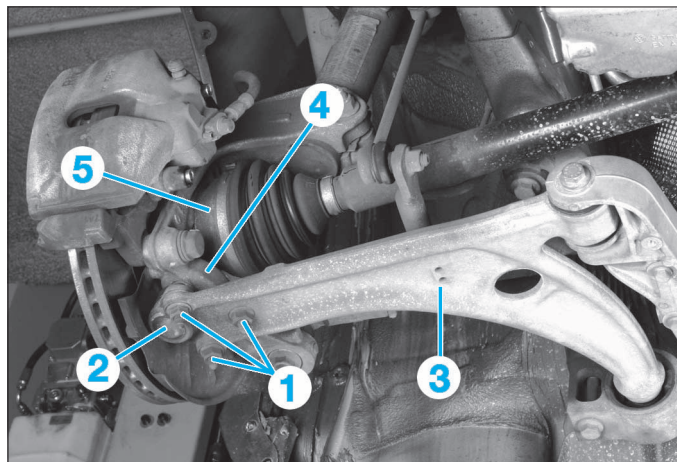

FIG. 4
- Déposer les écrous (1) de la rotule (2) du triangle de suspension (3) (Fig.4).